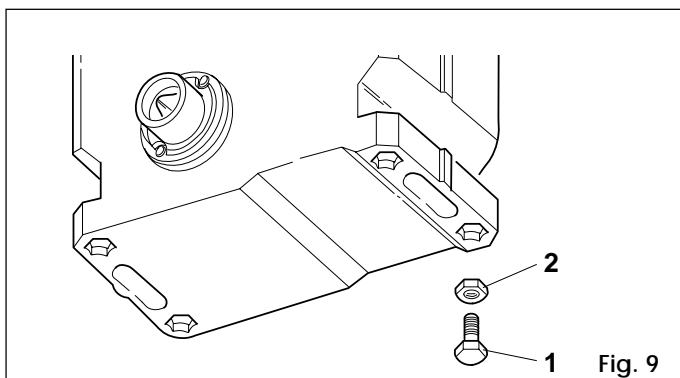

Fig. 9
- 1) Inserire nelle apposite sedi esagonali, ricavate sotto la base del motoriduttore i piedini regolabili come da indicazioni di fig. 9. Effettuare l'inserimento con l'ausilio di un martello in teflon.